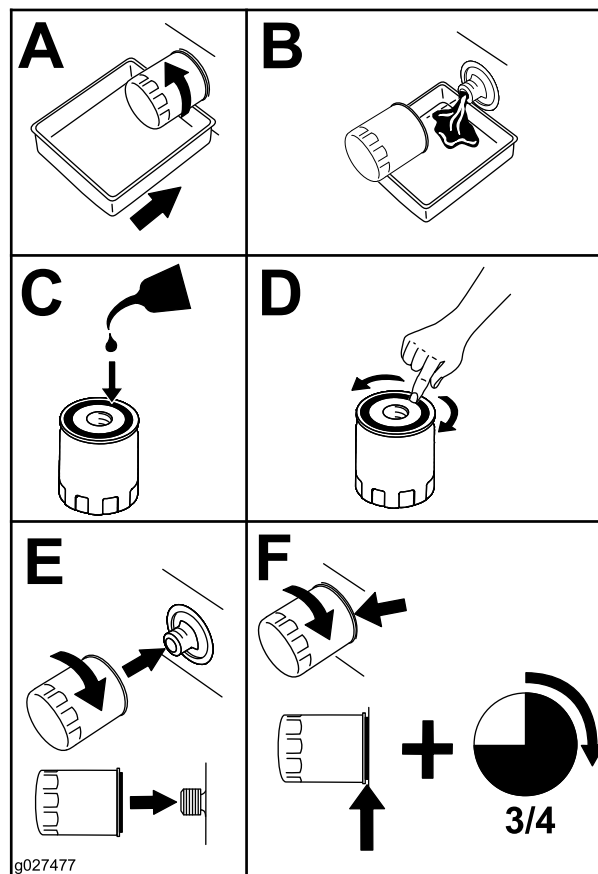

Figura 33
2. Cambiate il filtro dell'olio motore (Figura 33).